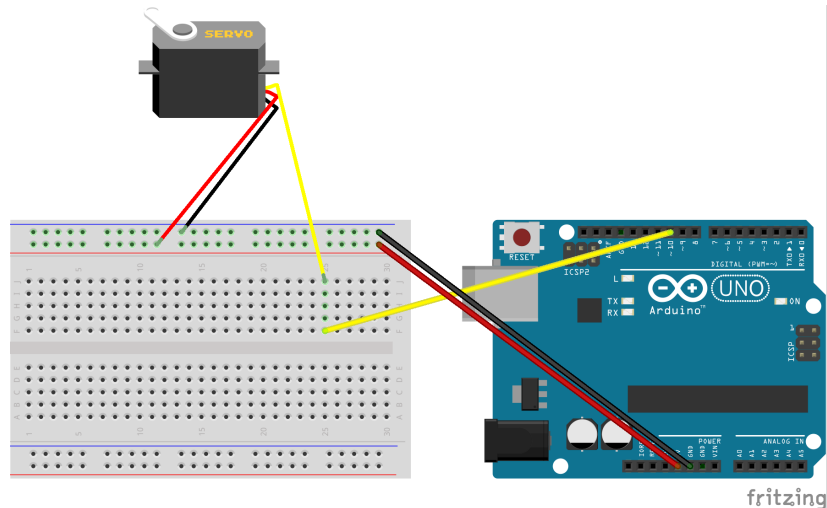

図 7.1.12 : 演習 7. 1. 2 のブレッドボード図
(3) 図 7.1.12 の回路をブレッドボードに組む (Arduino と PC はまだ接続しない)